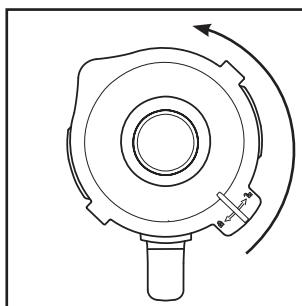

Fig. 1
- 2) Retirez le couvercle **2** en le tournant dans le sens anti-horaire en direction de la position (voir fig. 1), jusqu'à pouvoir le retirer par le haut.